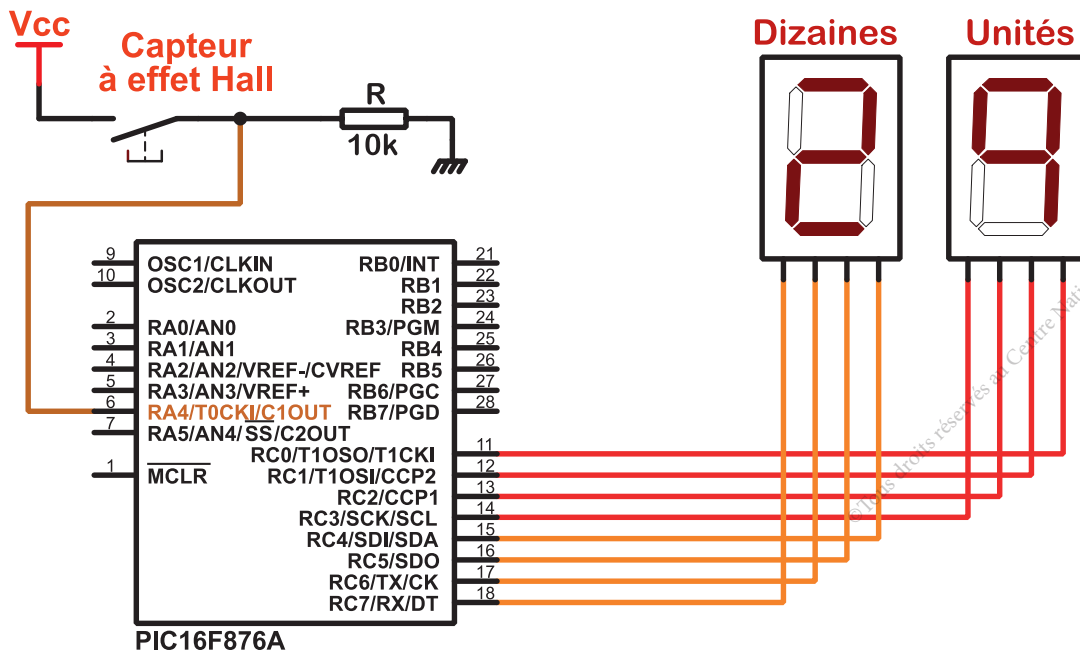

Figure 17
2. En se référant à la description faite au préalable, au schéma de simulation (figure 17) et au tableau précédent, compléter le programme suivant afin de concevoir le décompteur désiré et d'afficher la distance autonomie restante (la valeur de Nr).
NB : On peut utiliser un signal d'horloge CLOCK au lieu du capteur pour simuler le montage de la figure 17.